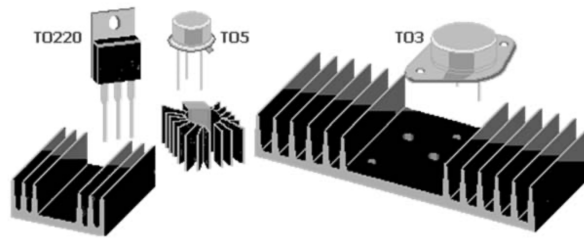

Fig. 2.3 – Composants et radiateurs
Pour favoriser les échanges thermiques avec le milieu extérieur, les différents composants de l'électronique de puissance (diodes, transistors) sont généralement montés sur des radiateurs (figure 2.3).
25. Exprimer en fonction de  $T_0$ ,  $T_a$ ,  $b$ ,  $h$ ,  $\lambda$  et  $e$  la puissance thermique totale évacuée par l'ailette. Peut-on réduire la longueur de l'ailette sans diminuer sensiblement son efficacité? Si oui, proposer une nouvelle longueur notée  $a'$ . Commenter la forme des radiateurs apparaissant sur la figure 2.3.